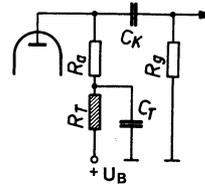

Fig. 8.09. Das Tiefpaßfilter zwischen $+U_B$ und R_a ergibt eine Frequenzbanderweiterung nach unten.
1. Tiefenanhebung durch RC-Glied (Fig. 8.09)